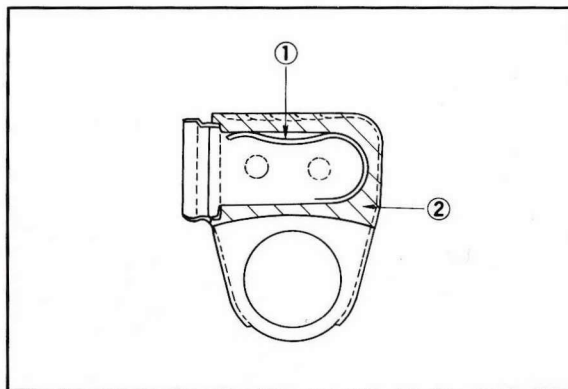

Fig. 3-3-38
- 4) För in rasseldämparfjädern i bromstången som på Fig. 3-3-38.
- 4) Indsæt "anti-rystefjederen" i tanghuset som vist på Fig. 3-3-38.